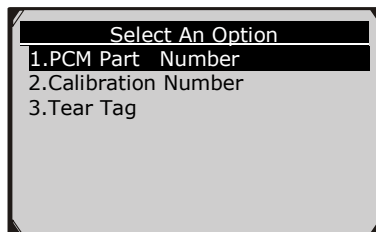

Figura 6.10
- 3) Para activar la herramienta de escaneo para identificar las especificaciones del vehículo, seleccionar una de las tres entradas de la pantalla de opciones - **Número de referencia PCM, número de calibración** o la **etiqueta Tear** - para llenar la información del vehículo. (Figura 6.10)